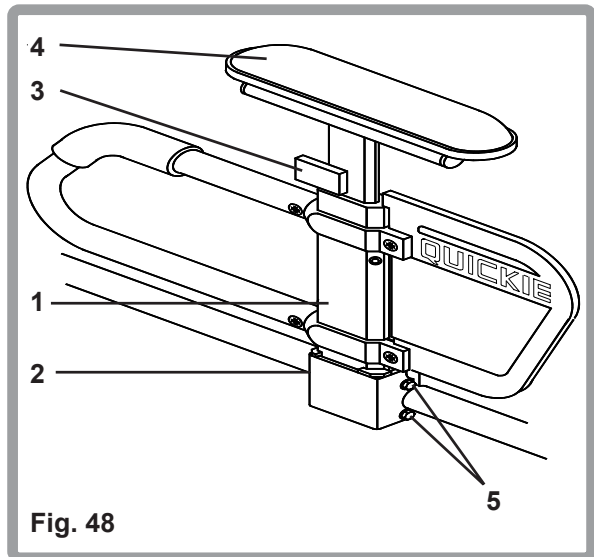

Fig. 48
Voor het installeren van de armsteunen, schuift u de buitenste armsteunbuis (1) in de geleider (2). De armsteun zal automatisch in positie vergrendelen (Fig. 48). Voor het afstellen van de armsteun hoogte, draait u de ontgrendelhendel (3) tot de tweede blokkering (Fig. 48B). Schuif het armsteunkussentje (4) omhoog of omlaag tot de gewenste hoogte bereikt is en draai de hendel terug in de vergrendelde positie. Duw het armsteunkussentje naar beneden totdat de armsteunbuis stevig in positie vergrendelt. Voor het verwijderen van de armsteun, draait u de ontgrendelhendel tot de eerste blokkering (Fig. 48C) waarna u de armsteun verwijdt. Voor het terugplaatsen van de armsteun, schuift u de armsteun terug in de geleider (2) en draait u de ontgrendelhendel terug in de vergrendelde positie (Fig. 48). De armsteun kan afgesteld worden om de speling in de geleider en de binnenste armsteunbuis te verkleinen (Fig. 48). Om het vastzitten van de buitenste buis in de geleider kleiner of groter te maken, draait u de vier bouten (5) aan de zijkanten van de geleider met een 10 mm sleutel los. Oefen druk uit op de geleider, met de armsteun in de geleider, om de gewenste afstelling te verkrijgen, draai dan de vier bouten weer vast